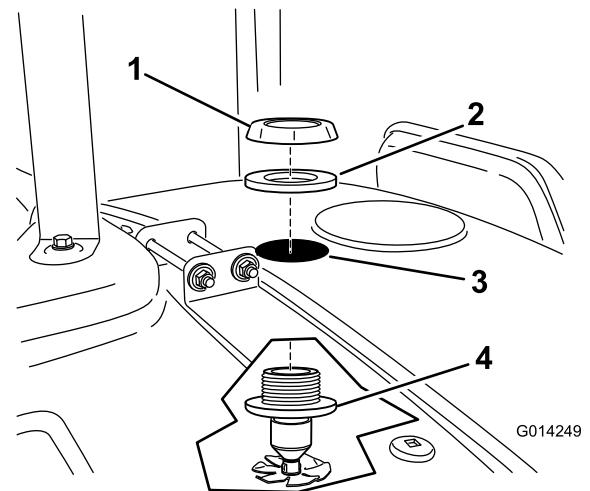

Figura 17
6. Instale um conjunto de bicos através do furo perfurado (Figura 17).
7. Instale a junta da união do anteparo e a porca por cima das roscas expostas do conjunto dos bicos de lavagem (Figura 17).